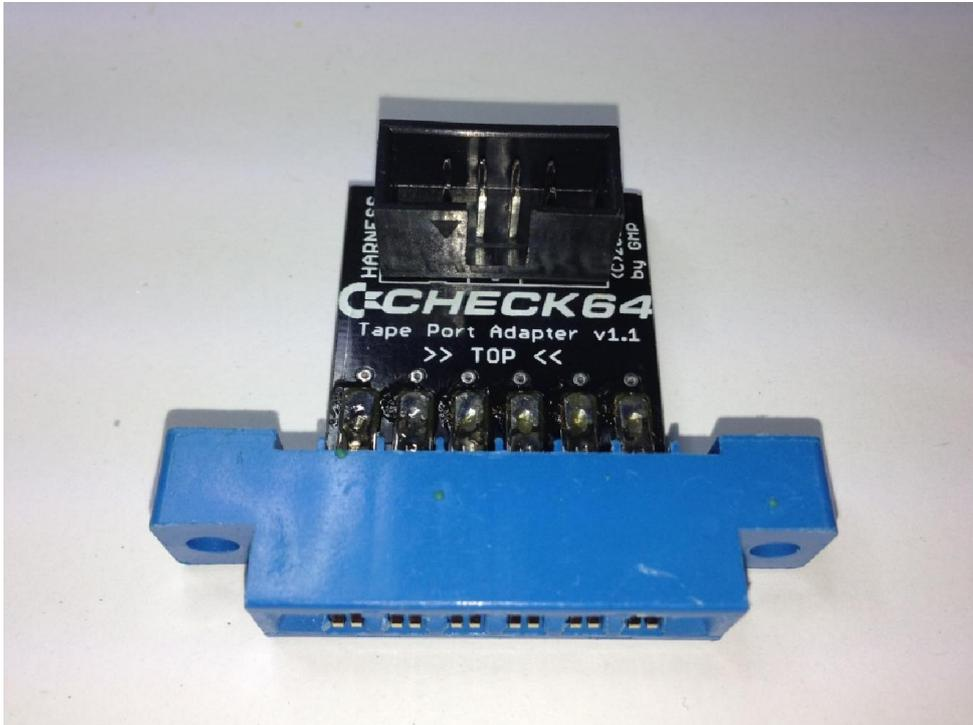

Bild 14
4.1. Zur Stecker-Vorbereitung, die gleiche Prozedur beachten, wie beim Userport Dongle. Der 8-polige Wannenstecker mit der Öffnung, wie gezeigt (Bild 14).